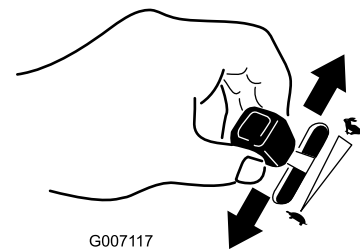

Figure 23
6. Réglez la manette d'accélérateur à la position voulue (Figure 23).